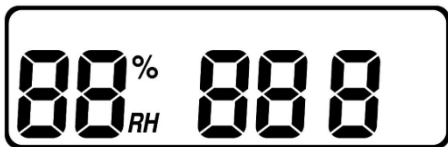

Abbildung 3
3. Nach dem Einlegen der Batterie zeigt das LCD-Display 2 Sekunden lang alle Abschnitte an, wie in Abbildung 3 dargestellt.